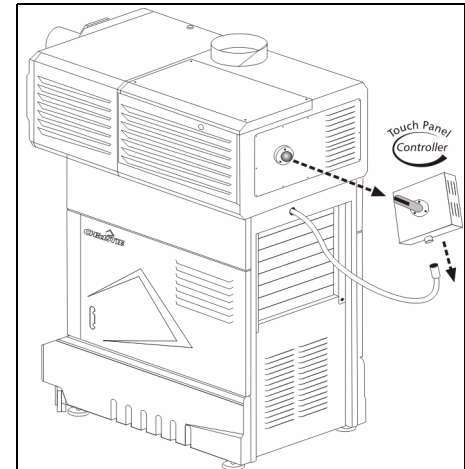

Abbildung 3-4 Typische Anbringung des Tastfelds
- Befestigen Sie das Tastfeld, das schon mit seinem Gelenksockel und Befestigungsarm vormontiert ist, am entsprechenden Gelenksockel, der auf der Rückseite des Projektors angebracht ist (**Abbildung 3-4**).